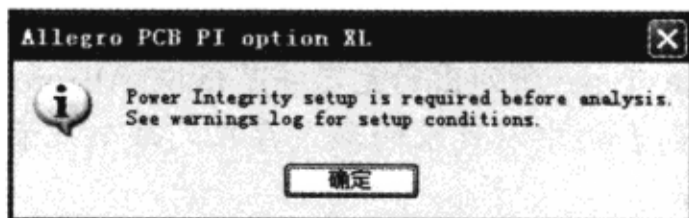

图 10-7-26 警告窗口
(1) 在 Allegro PCB PI option XL 窗口中执行菜单命令“Analyze”→“Power Integrity”。
(2) 在 Allegro PCB PI option XL 警告窗口单击“OK”按钮，如图 10-7-26 所示。